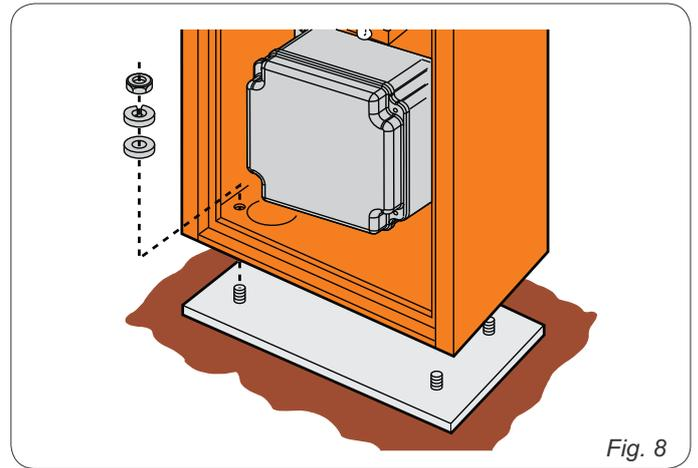

Fig. 8
1. Fixar o montante na placa de fundação utilizando as quatro porcas fornecidas com o equipamento (fig.8), verificando a configuração da barreira, como na figura 7. Considerar que normalmente a porta do montante deve estar voltada para a parte interna da propriedade.